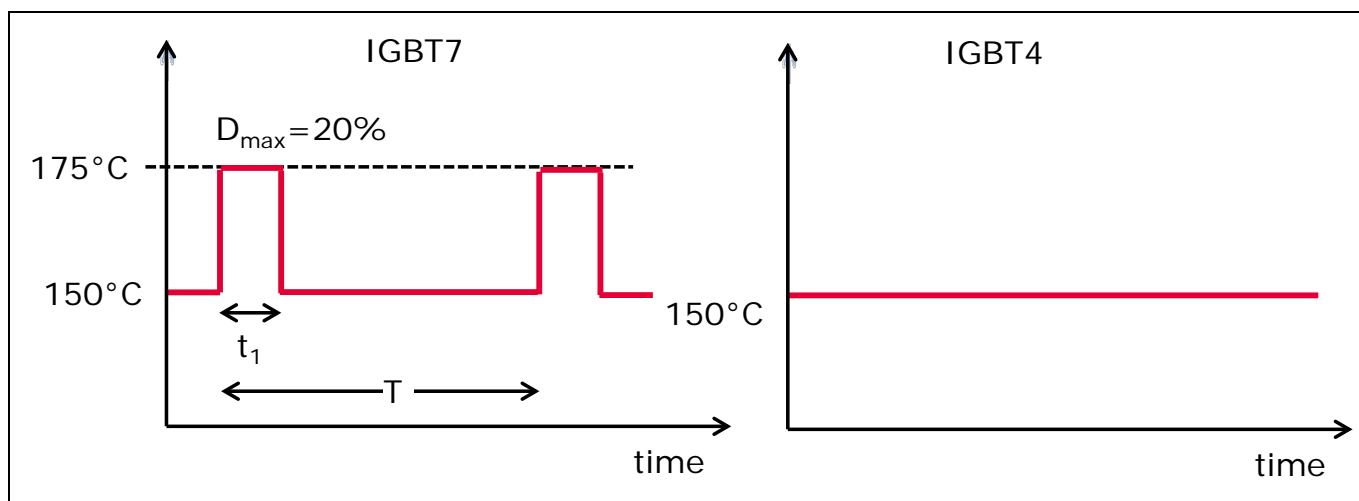
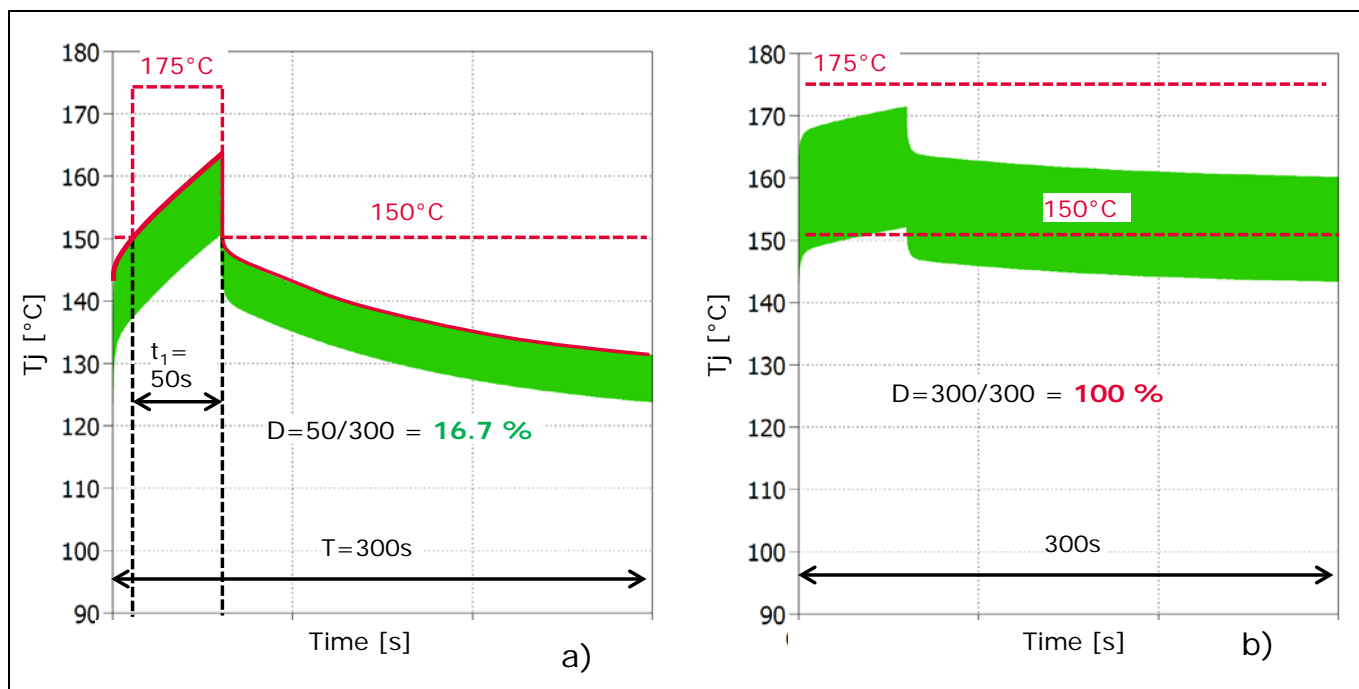

Figure 8 IGBT7 および IGBT4 向け最大オペレーションジャンクション温度の定義
Figure 9 175°Cのジャンクション温度動作が a)許容されるケース、b)許容されないケース
Figure 8 に IGBT7 のスイッチング条件下での許容オペレーションジャンクション温度の定義を示します。通常動作時の最高ジャンクション温度は 150°C です。過負荷条件下では継続時間 $t_1 = 60$ 秒の間、最大ジャンクション温度は $T_{vjop}=150^\circ\text{C}$ 超～ $T_{vjop}=175^\circ\text{C}$ まで許容されます。 T_{vjop} が 150°C を超える過負荷継続時間は、負荷サイクル時間 (T) の 20% 以内でなければなりません (例えば $T=300$ 秒毎に $t_1=60$ 秒)。最高 $T_{vjop}=150^\circ\text{C}$ と比べ、拡張したジャンクション温度性能を使うことで高電力密度だけではなく、より高いヒートシンク温度が可能となります。
Figure 8 に示す最大温度定義は、基本出力周波数から生じる温度リップルを含む最高 T_{vjop} 限界であることを認識しておく必要があります。Figure 9 に 2 つのジャンクション温度プロファイル例を示します。Figure 9a では $t_1=50$ 秒間 T_{vjop} は 150°C を超えています。 $T=300$ 秒サイクル中、残りの部分では 150°C を下回ります。そのためデューティサイクルは 16.7% になります。最大オペレーションジャンクション温度の観点から、この状況は許容されます。もう一方の例を Figure 9b に示します。このケースでは、負荷プロファイルの周期全体にわたり、ジャンクション温度の最大部分が温度 150°C を超えます。そのためこの動作は許容されません。